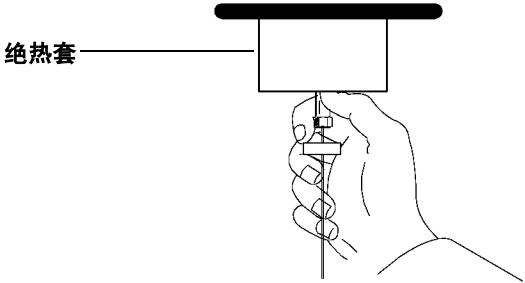

图 15 初步拧紧
- 3 将柱插入进样口，把柱上的螺帽和垫圈向上滑到进样口底部。用手指拧紧柱螺帽直至柱被固定（图 15）。